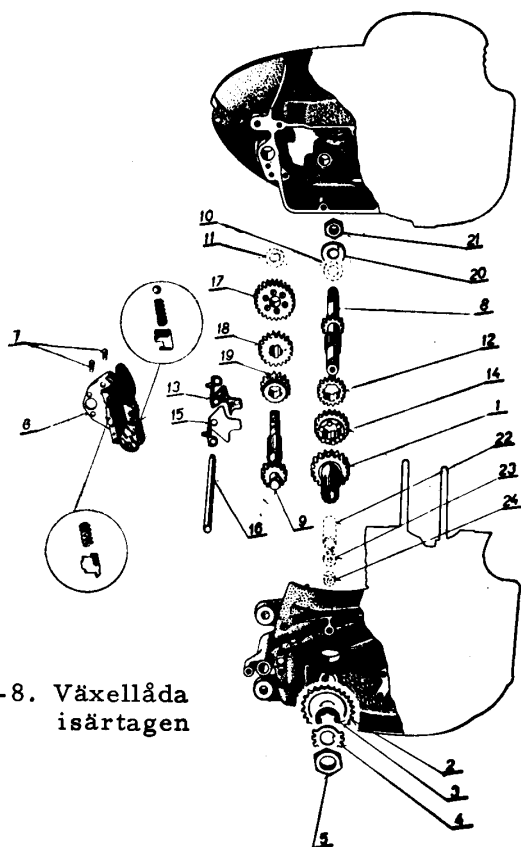

Bild 21-8. Växellåda
3. Tag ut axeln för växelförarna, biaxeln, kugghjulen och växelförarna. Driv ut huvudaxeln med kopparhammare. Axialspelet för huvudaxel och biaxel är ofta bestämt genom en distansbricka. Se till att denna inte kommer bort (se bild 21-8).